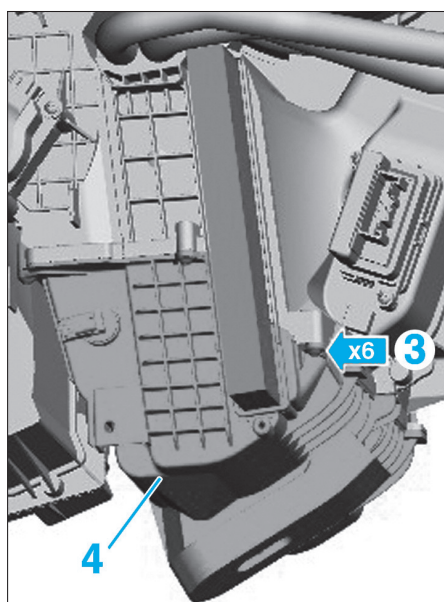

Fig. 19
- Déposer les vis (3) puis le carter inférieur (4) (Fig.19).